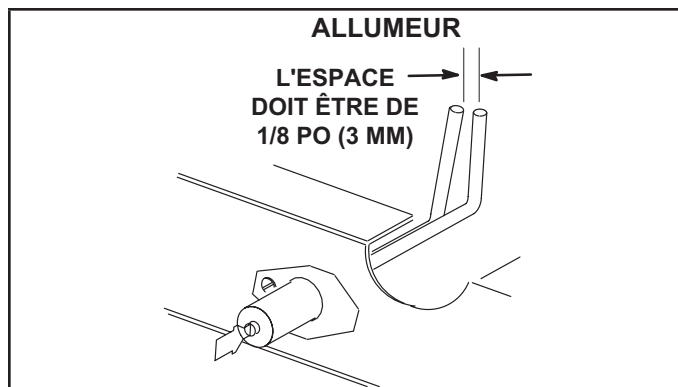

FIGURE 34
- 5 - Localiser l'allumeur sous le brûleur droit. Vérifier l'écartement des contacts à l'aide de mèches hélicoïdales ou de jauges d'épaisseur de la taille appropriée. Voir FIGURE 34.